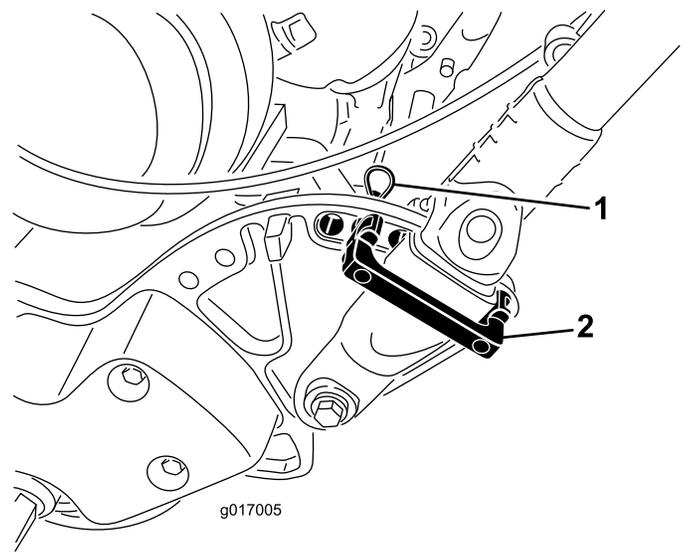

图8
2. 将手柄旋转到需要的操作位置将手柄卡环插入手柄铁夹及侧板上相对应的孔图8。
3. 使用发卡销将手柄铁夹固定到位图8。
1. 当撑住手柄时取下将手柄铁夹固定到侧板上的扎带图8。